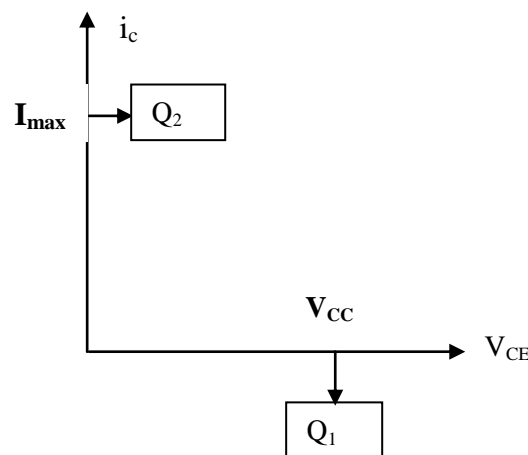

Figura 2.19: Puntos de trabajo a la salida del circuito.
emisor, por lo que  $V_o = V_{CC}$ . Esta situación se corresponde con el punto de trabajo  $Q_1$  de la Figura 2.19.
- 2- Para la situación en la que  $V_i = V_{CC}$ , la corriente de base existirá y será elevada llevando al transistor a la zona de saturación  $Q_2$  (Figura 2.19). En esta situación  $V_o \approx 0$ . Para garantizar que se llega a éste estado, la corriente de base debe verificar que ,